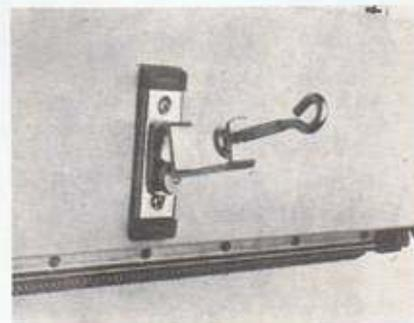

Fig. 104
1) Introduire en poussant à fond la tête de vis de chaque pince dans l'encoche prévue à cet effet, et qui se trouve sous la machine (fig. 104). Tourner vers la droite le bouton moleté de la pince pour la bloquer.